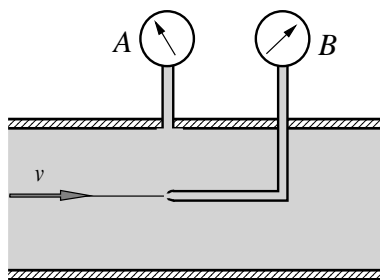

图 4-58 习题 4-23 附图
4-23 温度 20°C 的空气在管道中流动，如图 4-58 所示。管道上安装有压力表 A、B，其中压力表 A 与管壁接通，读数 70.2kPa (表压)，压力 B 与皮托管接通，读数 71.3kPa (表压)。已知当地大气压力 684 mmHg ，当地声速 $a=345\text{m/s}$ ，取 $g=9.81\text{m/s}^2$ ，(1) 按不可压缩流体考虑，求测点处的空气速度；(2) 按不可压缩流体考虑是否符合要求？